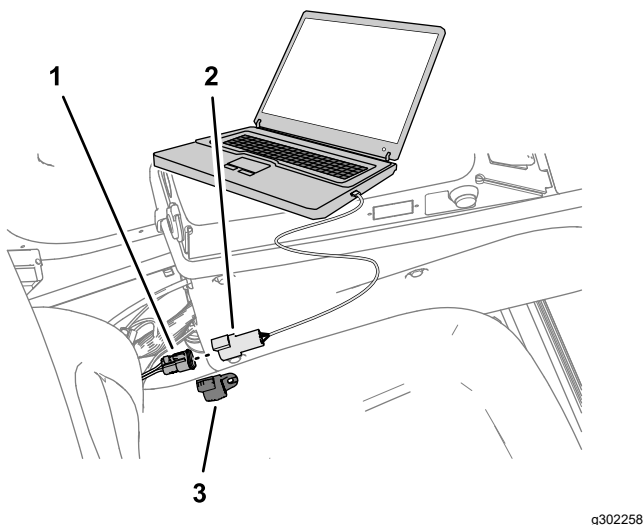

Bild 155
7. Ziehen Sie den Anschluss des USB/CAN-Schnittstellenkabels vom Anschluss des Kit-Kabelbaums ab, und bringen Sie die Kappe am Anschluss des Kabelbaums an (**Bild 155**).